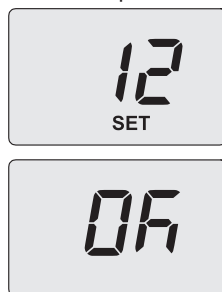

Figura 5.33
- Utilizzando i tasti 11 o 12 è possibile modificare il valore del parametro 11 da **00=0s** a **100=500s** (ogni aumento o diminuzione di una unità sul display corrisponde a 5 secondi). Es. 12=60 secondi. Sul display compare la scritta "SET" (Figura 5.33).
- Premendo il tasto 13 (Figura 5.30) si ottiene la conferma del valore inserito. Sul display appare per 3 sec. la scritta "Ok" (Figura 5.33), per poi visualizzare la lista dei parametri.